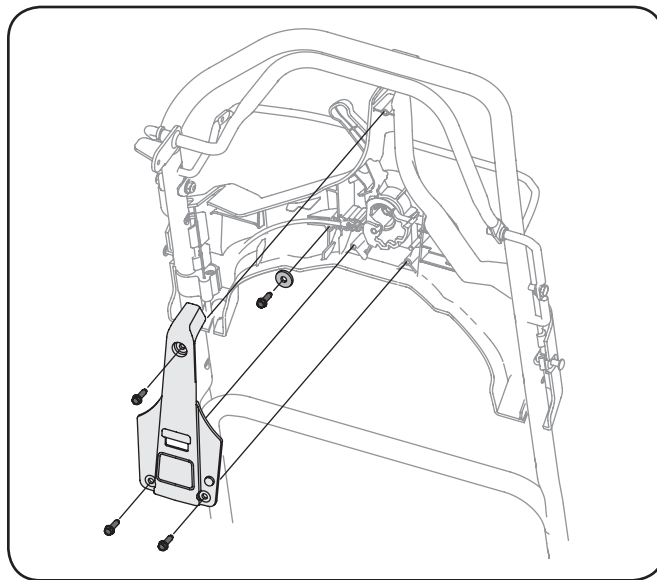

Figure 6-3
4. Quite atrás la tapa del alojamiento de control de velocidad quitando los tres tornillos que lo aseguran al alojamiento. Ver la Fig. 6-3.